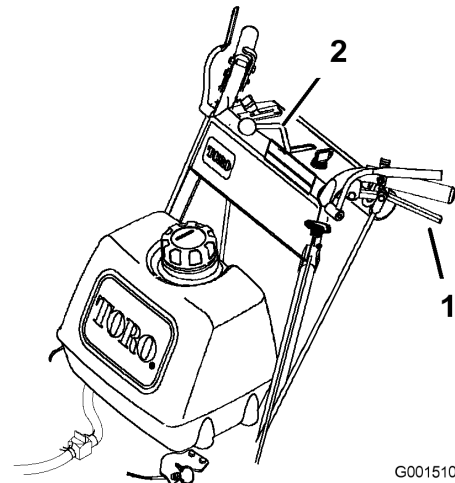

Figure 12
4. Relâchez lentement les leviers de déplacement pour avancer (Figure 12).
Pour avancer en ligne droite, relâchez les leviers de déplacement également (Figure 12).
Pour tourner, serrez le levier de déplacement du côté vers lequel vous voulez tourner (Figure 12).
À partir de la position point mort, serrez lentement les leviers de déplacement pour faire marche arrière (Figure 12).